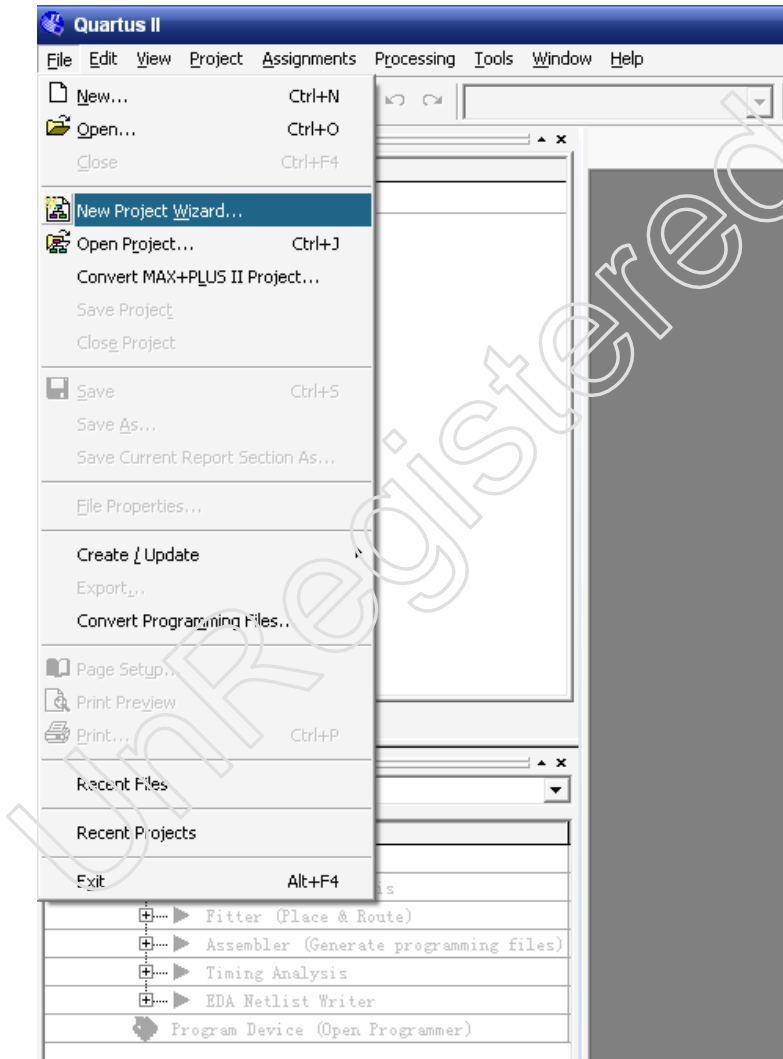

图 3.6 新建 Quartus II 工程
1. 打开 Quartus II v9.1，如图 3.6 所示，新建一个工程。